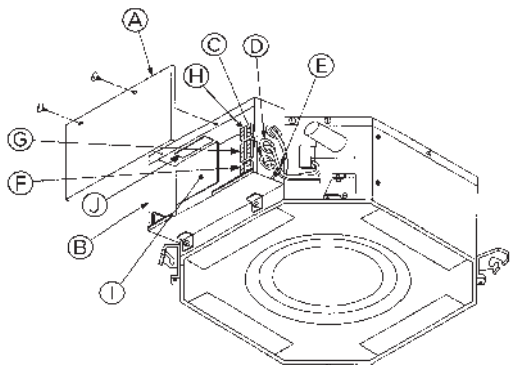

Fig. 4-1
4.1. Внутренний прибор (Fig. 4-1)
► Выбор неплавкого предохранителя (NF) или прерывателя утечки на землю (NV). Устройство для отключения питания с помощью разъединителя или подобного ему устройства во всех активных проводниках будет встроено в стационарную проводку.